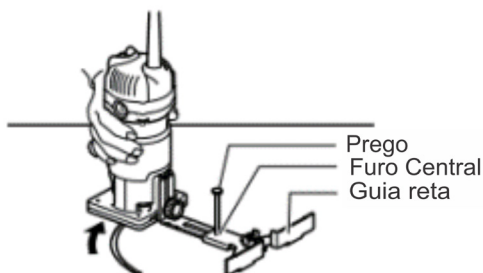

Figura 6: Cortes circulares
- 3- Rode a ferramenta para a direita ao redor do prego, conforme Figura 6